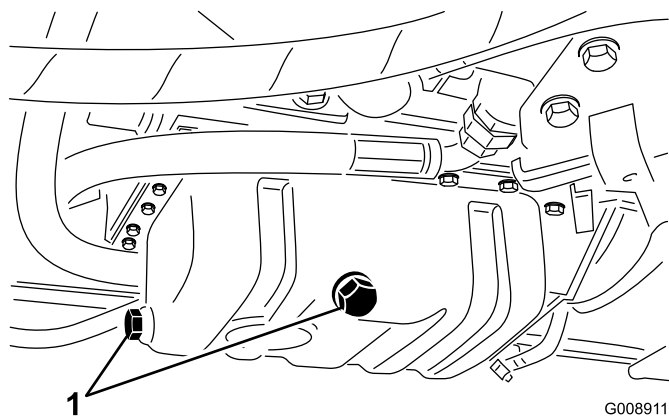

Figura 45
1. Togliete il tappo di spurgo (Figura 45) e lasciate defluire completamente l'olio in una bacinella. Quando l'olio cessa di defluire, montate il tappo di spurgo.